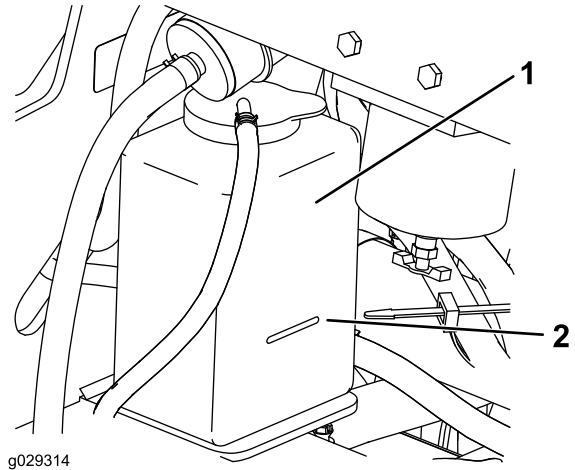

Bild 61
3. Prüfen Sie den Kühlmittelstand im Ausdehnungstank (Bild 61).